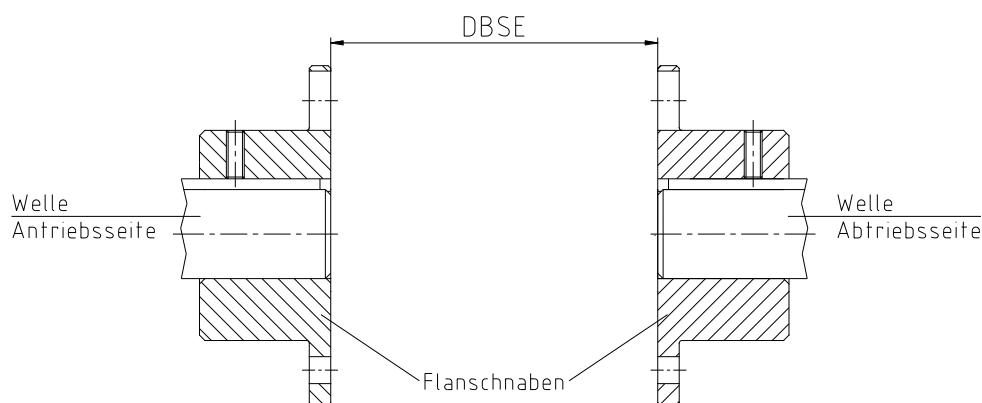

Bild 18: Montage der Flanschnaben
- Montieren Sie die Flanschnaben auf die Welle der An- und Abtriebsseite (siehe Bild 18).
- Die Innenseiten der Flanschnaben müssen bündig mit den Stirnseiten der Wellen abschließen (siehe Bild 18).